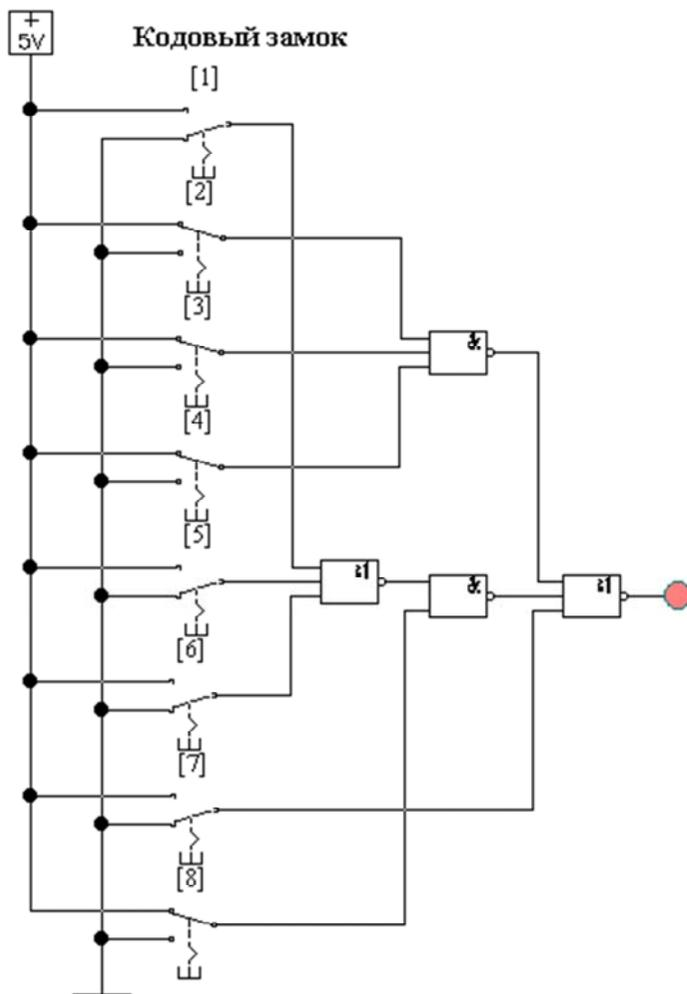

Рис. 11.10. Электронный замок (файл **le_13.ewb**)
6. Рассчитать свой вариант РГР 6 или 7 [3]. Проверить решенные задачи в EWB (файл **le_13.ewb**, рис. 11.10).